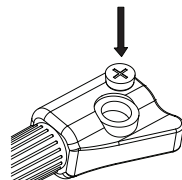

Fig.2
---Placer la pile CR2032 dans le logement de la pile, le côté positif de la pile (+) doit être orienté vers l'extérieur (fig.2).